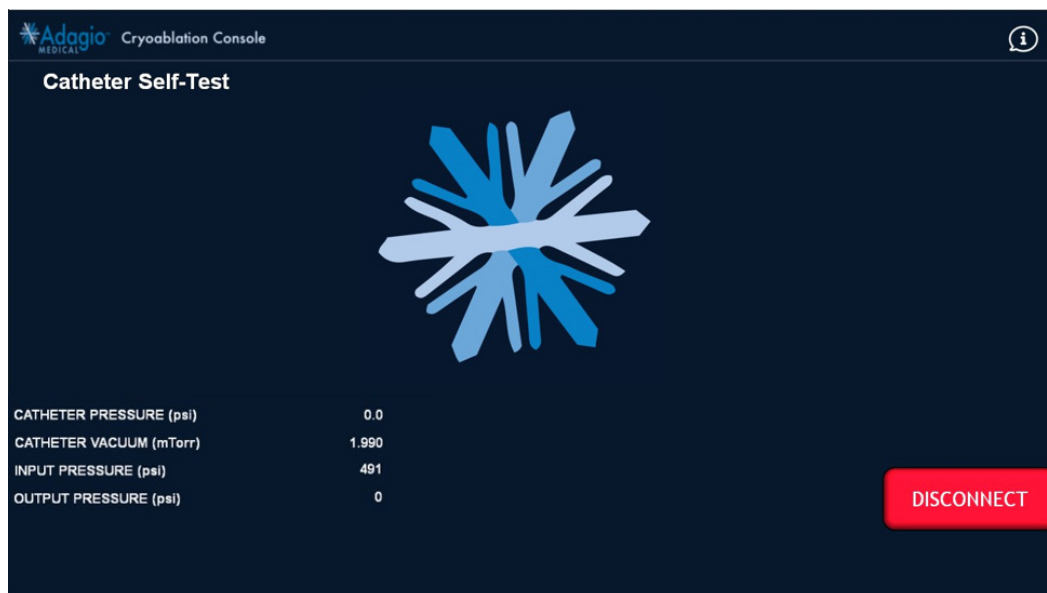

Abbildung 39 – Bildschirmanzeige: Katheter-Selbsttest läuft
11. Die Konsole führt jetzt eine Reihe von Katheter-Selbsttests durch (Abbildung 39).